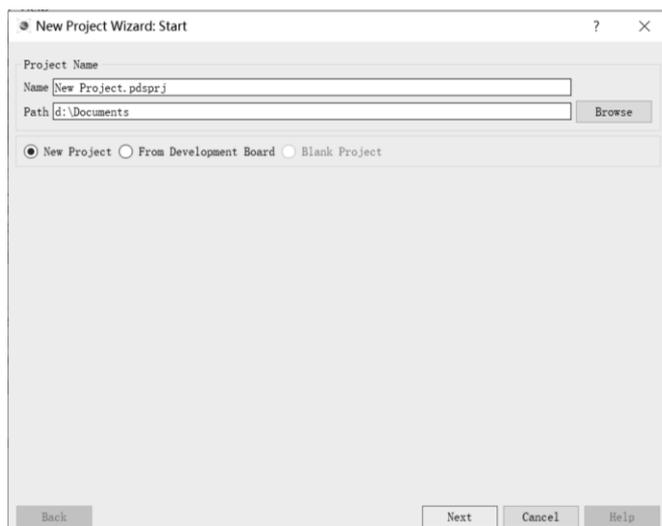
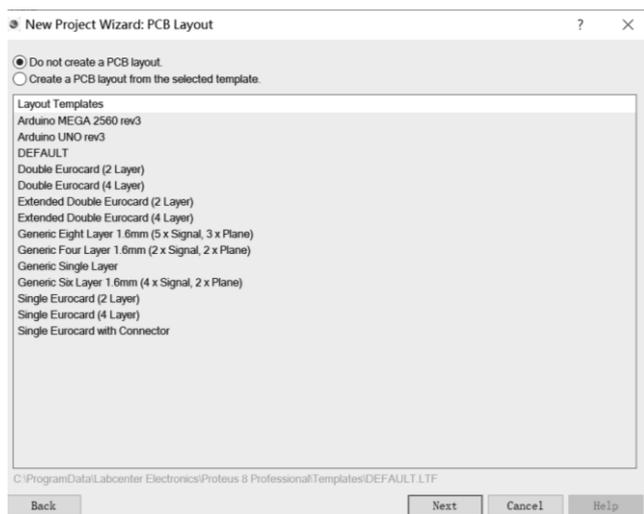

图 1-25 新工程创建向导对话框
图 1-27 创建原理图设计对话框
(1) 返回 Proteus 8 主界面，选择“New Project”，打开如图 1-25 所示的创建向导对话框。该图和图 1-21(a)看似一样，但其实路径下面多了三个选项：新工程(New Project，默认)、来自开发板(From Development Board)、空的工程(Blank Project，不可选)，一般情况下默认为新工程。
(3) 单击图 1-25 中的“Next”按钮，出现如图 1-27 所示的创建原理图设计对话框。有两个选项：不创建原理图、创建原理图(默认)。原理图设计是一个工程的最基础工作，因此必须选择此项。接下来是原理图设计模板选择，默认为“DEFAULT”。